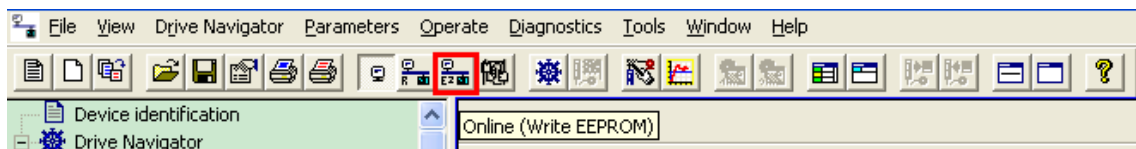

图 5
1) 连接变频器：在 STEP7 中双击新建的 Parameter Set，打开 Drivemonitor 软件，然后点击工具栏按钮“ Online (Write EEPROM) ”，完成 PC 机与变频器的连接。如图 5：
与 Masterdrives 系列变频器相同，首先点击工具栏按钮“ Online (Write E2PROM) ”（参考图 5），完成 PC 机与变频器的连接。然后按照 6RA70 的使用说明书第 7 章调试步骤设定参数。